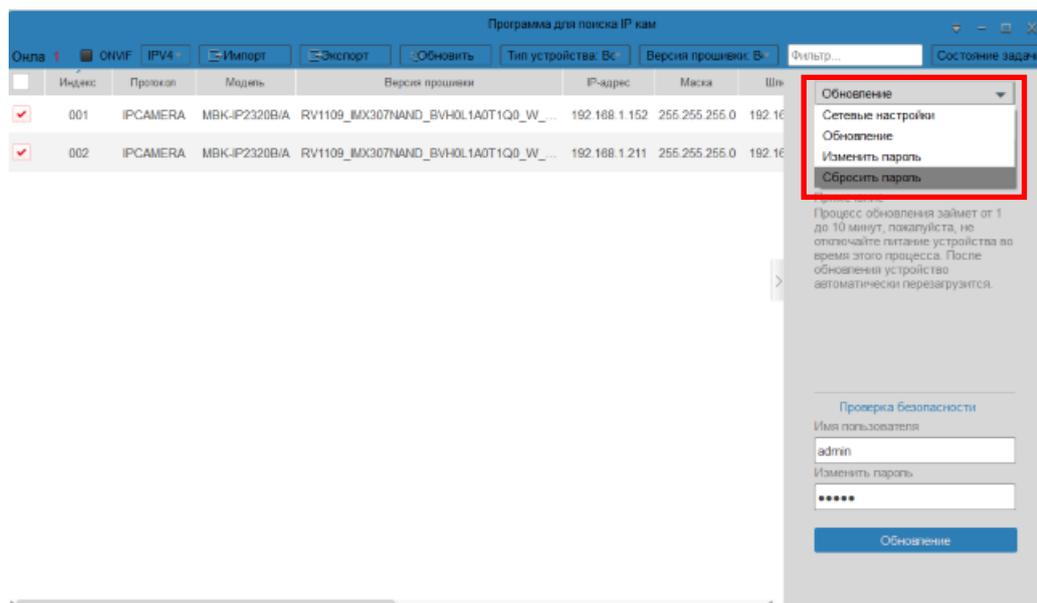

Рисунок 30
3.23. Нажать строку «Сбросить пароль» (рисунок 30).
3.24. Выбрать и нажать строку «Сетевые настройки» (рисунок 30).